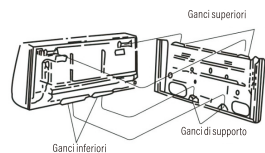

Fig12
- inserire l'uncino superiore dell'unità interna nel gancio superiore della piastra di installazione. muovere l'unità interna da un lato all'altro per verificare che sia ben salda, vedi Fig. 12 e Fig. 13. 12 e Fig. 13